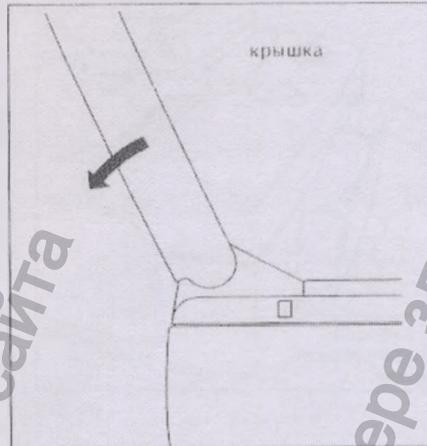

Рис. 17
1. После открытия крышки ее можно снять, нажав на нее от себя (См. рисунок 17).